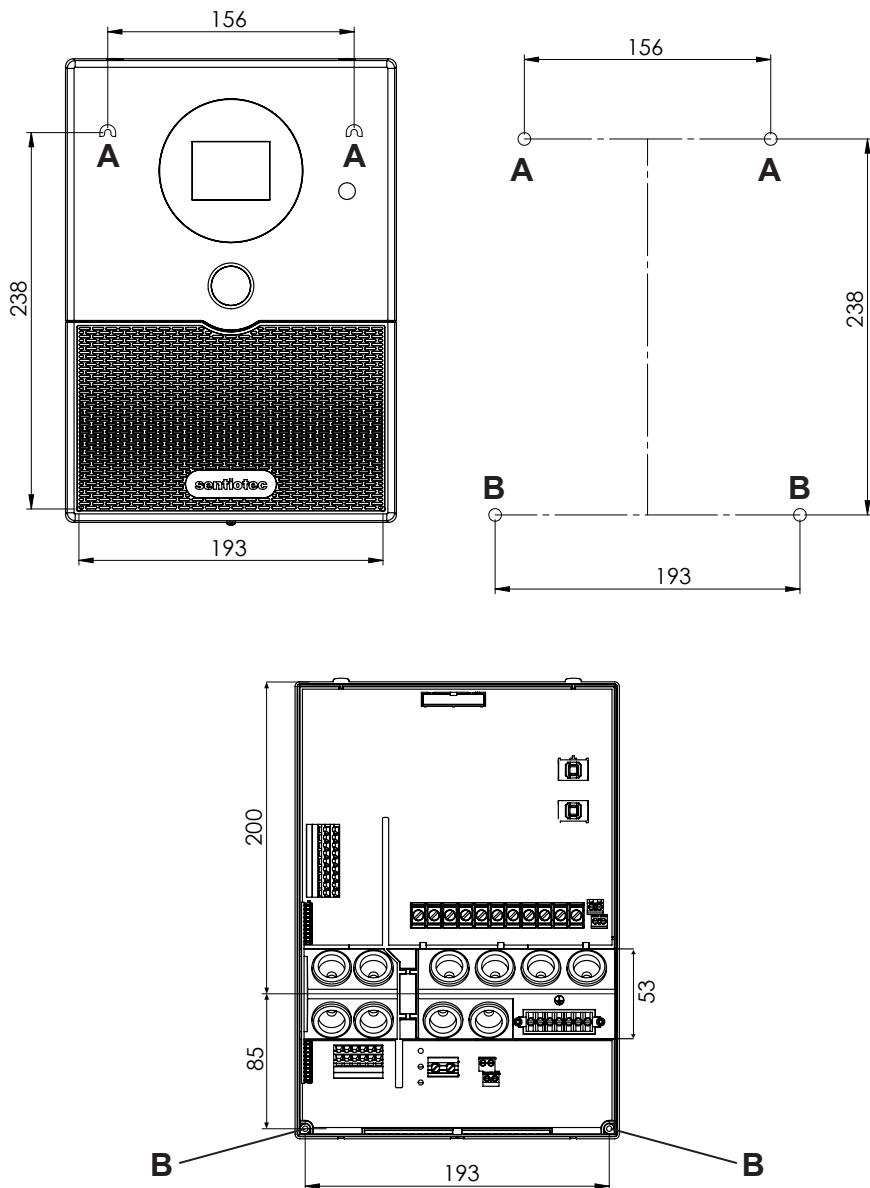

Fig.1 Posizione del dispositivo di sospensione e dei fori di montaggio (misure in mm)
1. Avvitare due viti per truciolari (3 x 25 mm) sulla parete della sauna a un'altezza di ca. 1,70 m lasciandole fuoriuscire di max. 7 mm. Le due viti devono essere posizionate a una distanza di 156 mm l'una dall'altra (vedi Fig.1).
4. Con l'ausilio del dispositivo di sospensione **A**, agganciare il comando della sauna alle viti con intaglio a croce montate (vedi **Fig.1**).
5. Avvitare due viti per truciolari (3 x 25 mm) nei fori di fissaggio inferiori **B** (vedi **Fig.1**).